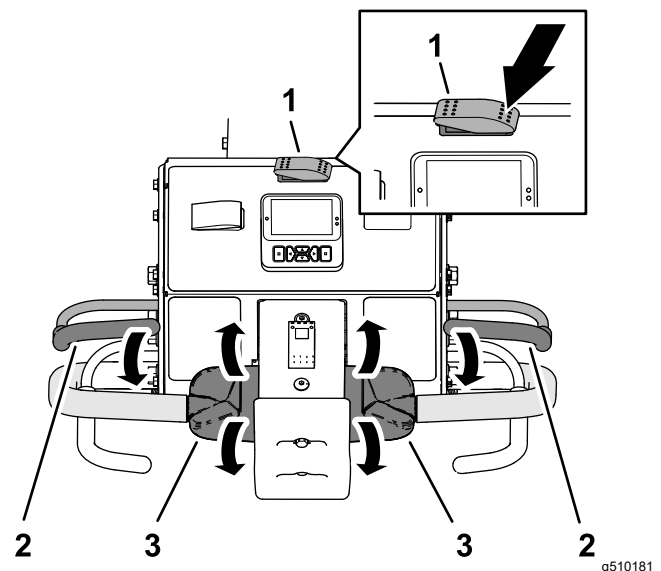

Figura 76
3. Presione el lado izquierdo del interruptor de transporte/aireación hasta la posición de TRANSPORTE (Figura 76).
5. Sujete el manillar izquierdo o derecho y la barra de control de presencia del operador (Figura 76), y apriete la barra contra el manillar.